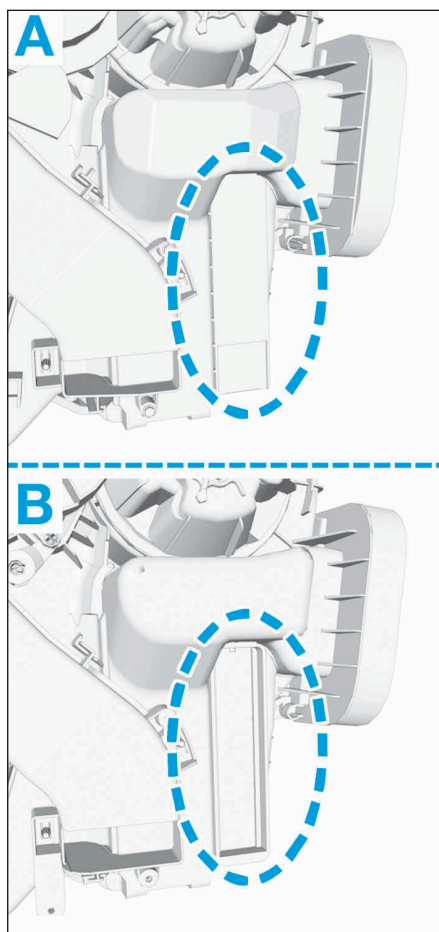

FIG.3
Il existe deux moules du boîtier de chauffage Valeo. Le premier moule (A) est pré-disposé à recevoir un filtre. Le deuxième moule (B) ne peut pas être adapté car la zone de découpe est pleine (Fig.3).